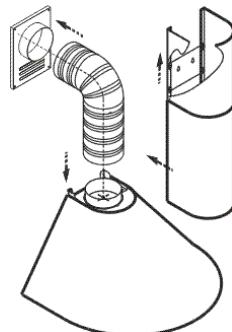

рис. 7
6.3 В зависимости от режима эксплуатации вытяжки соедините вентилятор с вентиляционной решеткой полужестким гофрированным воздуховодом (рис. 7) или установите на вентилятор угольные фильтры.